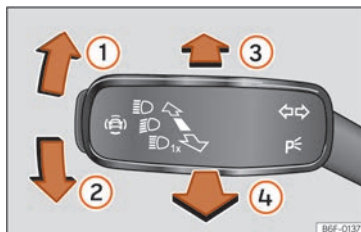

Fig. 94 Palanca de intermitentes y de luz de carretera.
- Desde la posición base, pulse hacia delante la palanca de los intermitentes y luz de carretera »» fig. 94 ③.
- **O BIEN:** si el asistente de luz de carretera está conectado, tire hacia atrás de la palanca de los intermitentes y de luz de carretera »» fig. 94 ④.